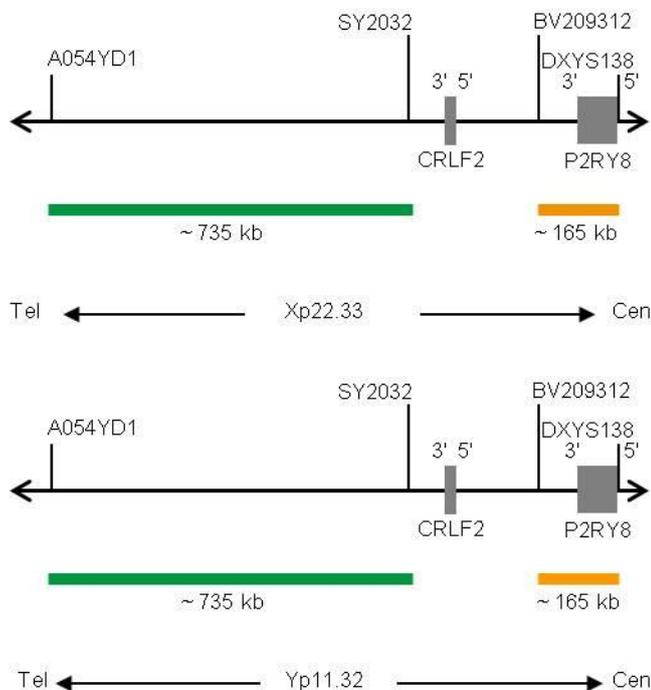

Fig. 1: In alto: Mappa della sonda SPEC CRLF2 sul cromosoma X; In basso: Mappa della sonda SPEC CRLF2 sul cromosoma Y (non in scala)
- Polinucleotidi (~10.0 ng/ μ l) marcati con ZyGreen (eccitazione 503 nm/emissione 528 nm), le cui sequenze target mappano in Xp22.33 (chrX:513,125-1,245,395) e Yp11.32* (chrY:463,125-1,195,395) distali al punto di rottura di CRLF2 (vedere Fig. 1).
- Polinucleotidi (~4.5 ng/ μ l) marcati con ZyOrange (eccitazione 547 nm/emissione 572 nm), le cui sequenze target mappano in Xp22.33 (chrX:1,497,976-1,660,328) e Yp11.32* (chrY:1,498,976-1,657,328) prossimali al punto di rottura di CRLF2 (vedere Fig. 1).